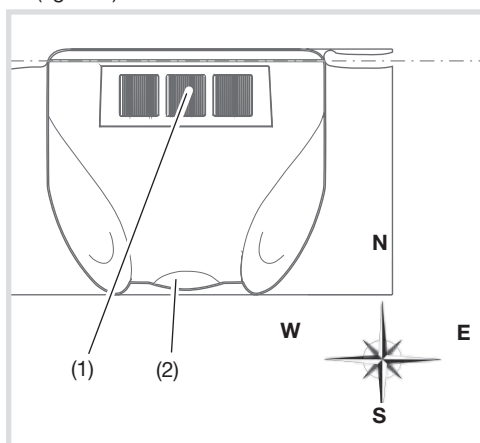

Figure 3 : orientation plein sud et horizontale
- Montage horizontal à l'extérieur des bâtiments (figure 3), sur le toit ou la façade de préférence
- Orienter l'appareil vers le sud à l'aide d'une boussole (figure 3).
- Orienter l'appareil horizontalement dans le sens de la largeur à l'aide d'un niveau à bulle (figure 3).